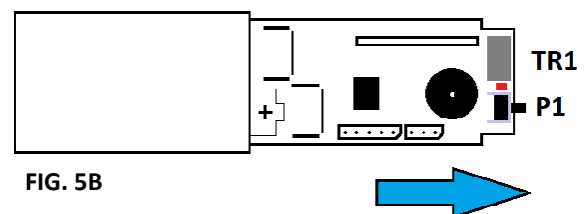

FIG. 5B
- Rimuovere la scheda, facendola scorrere fuori dal contenitore (**FIG. 5B**)